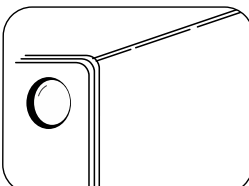

Figura 53.
- Quite la lámpara de la toma. Reemplace la lámpara por una en perfecto estado (Ver figura 53).